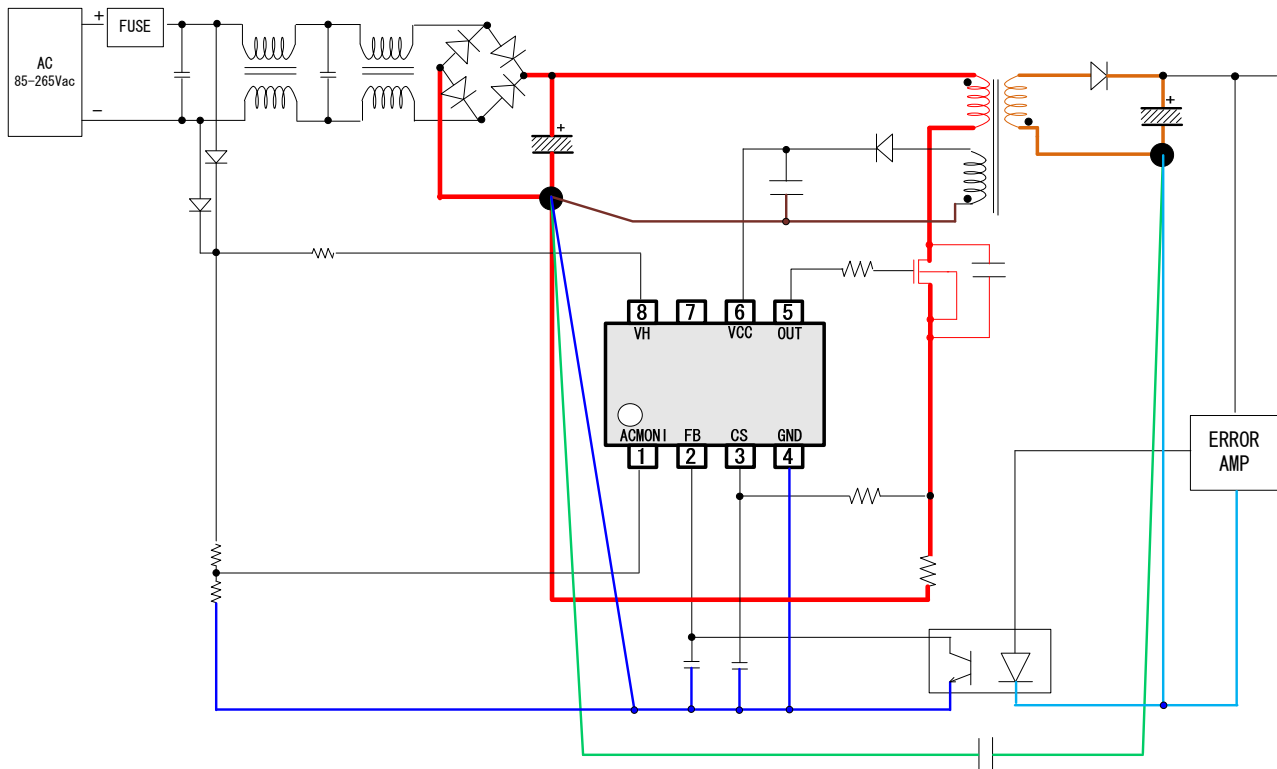

Figure 27. 基板レイアウトパターン
- ① Fig27 で示す赤ラインは大電流経路であり、リングングや損失の発生要因となるため、できるだけ太く短く、レイアウトしてください。
- ② Fig27 の二次側の橙色ラインも赤ライン同様に太く短く、小さいループでレイアウトしてください。
- ③ 赤ライン、茶色ライン、青ライン、緑ラインの GND は一点接地してください。
- ④ 緑ラインはサージを二次側のサージを一次側に逃がす経路となり、瞬間的に大きな電流が流れるため、赤ラインや青ラインと独立して配線レイアウトしてください。
- ⑤ 青ラインは IC 制御用の GND ラインです。大きな電流は流れませんが、ノイズの影響を受けやすくなるため、赤ラインや緑ライン、茶色ラインと独立して配線レイアウトしてください。
- ⑥ 茶色ラインは VCC 端子に流れる電流経路です。スイッチング時に電流が流れるため、この経路も独立してレイアウトしてください。
- ⑦ トランスの直下は磁束の影響を受けるため、IC 制御ラインを引かないで下さい。